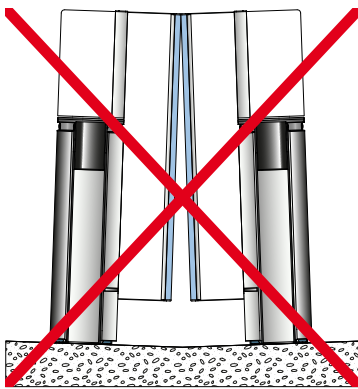

Fig. 22 - Överskrid inte toleranserna.
- Om toleranserna överskrids (⇒ Fig. 22), måste golvet jämnas till innan enheterna installeras..